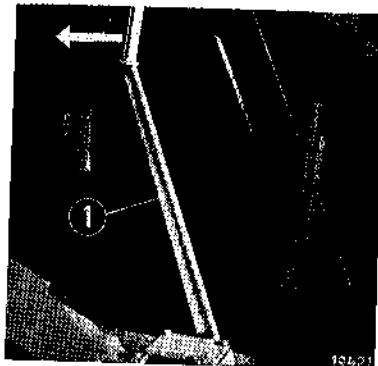

Bild 98
Hebel ① bis zum Anschlag zurückziehen (Bild 98, Pfeil).